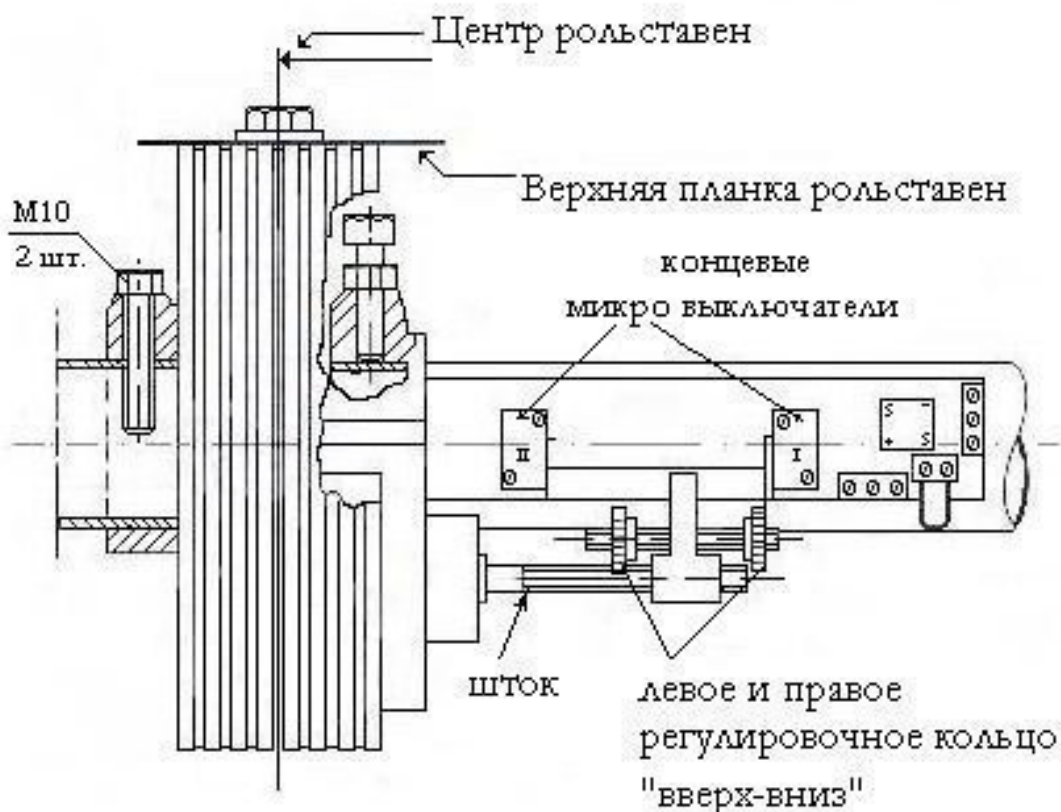

Рис.3.
1. По центру вала просверлить 2 отверстия, для болтов которые находятся на 2-ой половине муфты. (Рис.3.)
На самой верхней планке по центру сверлится отверстие $\phi 10,5$ мм.(Рис.3.) Эта планка крепится с помощью болта к барабану редуктора. В итоге должно получиться, что двигатель наматывает рулон рольставен на себя, оставаясь внутри рулона.